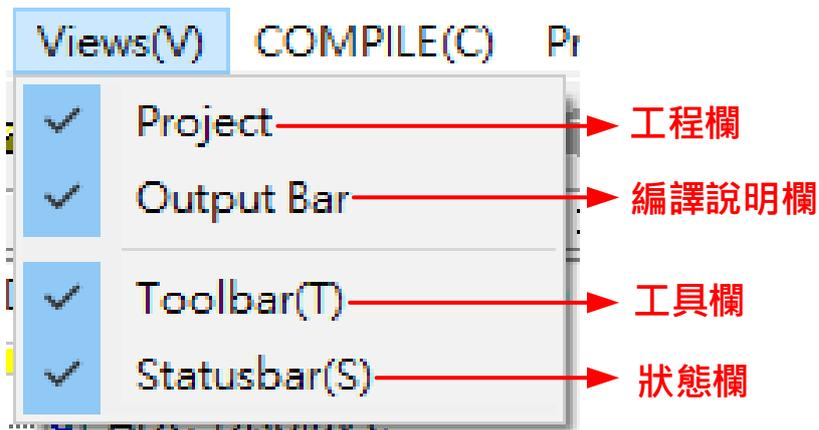

图 2-3
- 当点击命令菜单栏 'Views' 出现选择画面,如图 2-3。